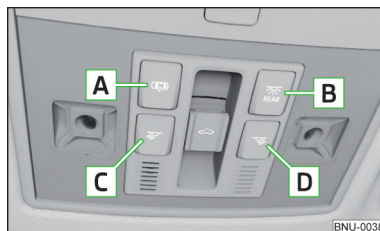

Fig. 63
**Conexión/desconexión (presionando el interruptor correspondiente) - Variante 1 » fig. 63**